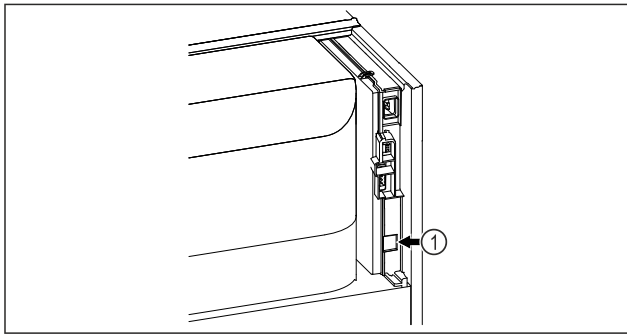

Fig. 85
- ❑ SmartModule Fig. 85 (1) is geplaatst.